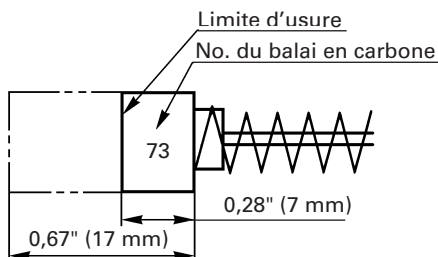

Fig. 20
4. Contrôle des balais en carbone (Fig. 20)
REMARQUE: Utiliser le balai en carbone HITACHI No. 73 indiqué sur la Fig. 20.